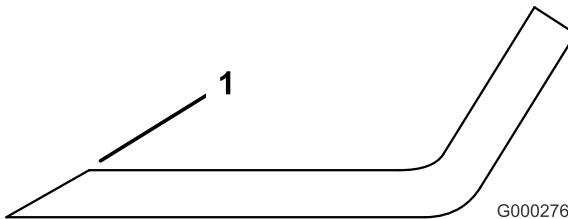

Figura 32
3. Esamine i taglienti di tutte le lame, e affilateli se fossero ottusi o scheggiati. Affilate soltanto la parte superiore del tagliente e mantenete l'angolo di taglio originale per garantire l'affilatezza (Figura 32). La lama rimane bilanciata soltanto se viene rimossa una quantità uguale di metallo da entrambi i taglienti.